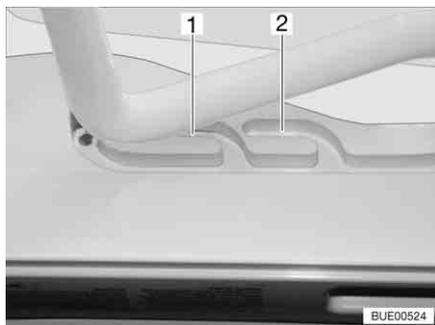

Bild 20 Den uppfällbara takluckan i ventilationsläge
Den uppfällbara takluckan kan ställas i två ventilationslägen: Läget för dåligt väder (Bild 20,1) och mittläget (Bild 20,2).
- Tryck bygeln lätt uppåt och skjut in den i det valda spåret (Bild 20,1 eller 2).